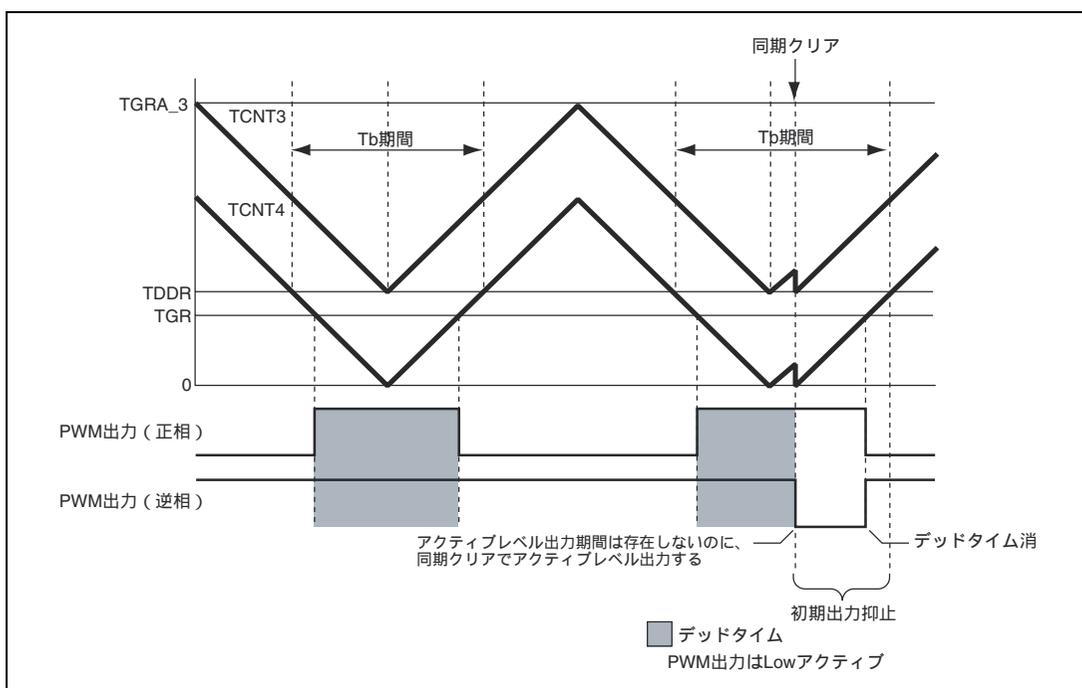

図 11.114 条件 (2) の同期クリア例
条件 (2) 初期出力の抑止期間 、にて、TGRB\_3 TDDR、TGRA\_4 TDDR、TGRB\_4 TDDR のいずれかが成立する状態で、同期クリアする (図 11.114)。